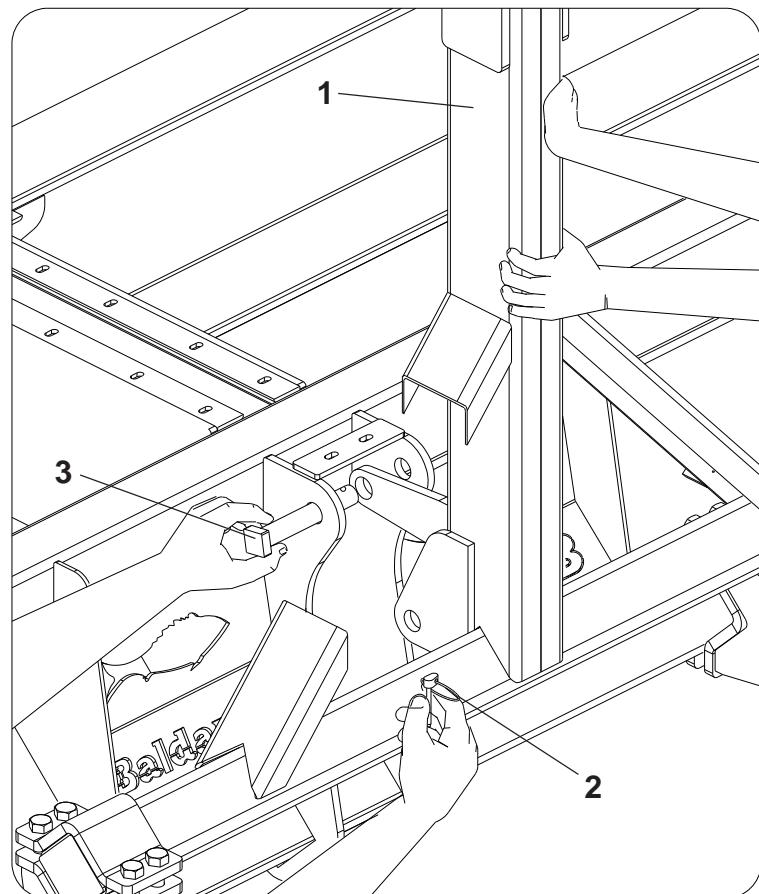

Figura 02
- 2 - Coloque o cabeçalho (1) na posição de trabalho retirando a trava (2) e o pino (3) que foram colocados para transporte.**FIGURA 02.**